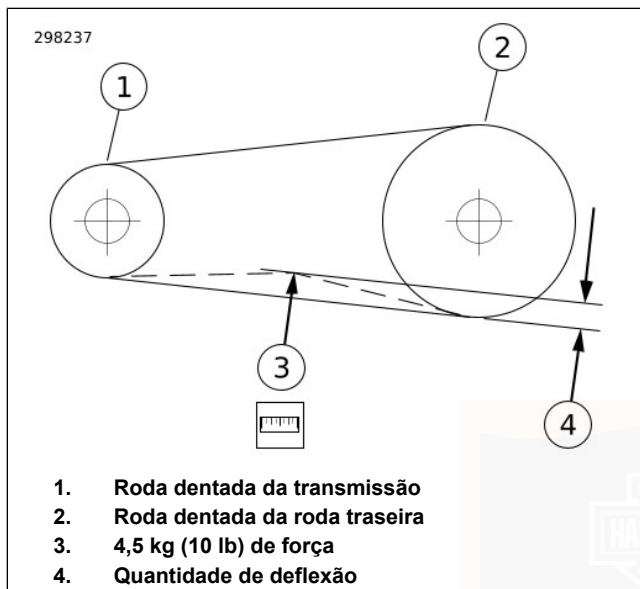

Figura 65. Verificação da deflexão da correia
- b. **Todos os restantes modelos:** Ver Figura 65. Medir a deflexão da correia (4) enquanto se segura firmemente no calibre.